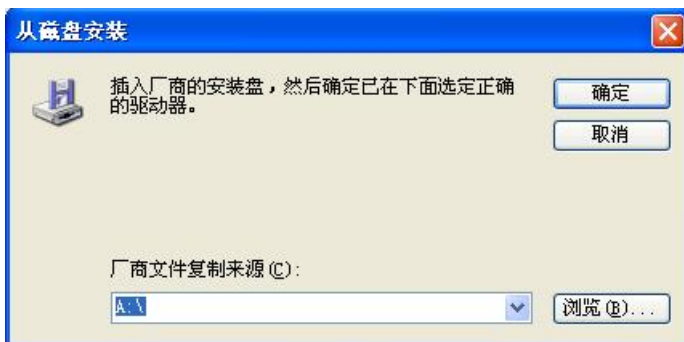
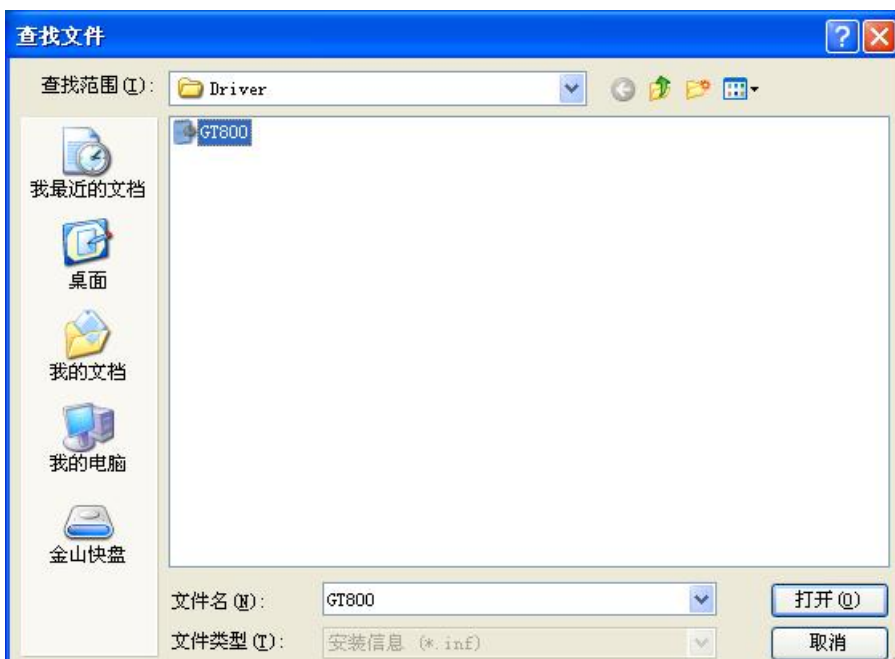

图 2-5 运动控制器驱动程序安装界面 5
图 2-6 运动控制器驱动程序安装界面 6
(6) 如图2-5所示点击“浏览(B)...”，选择驱动所在的路径D:\driver 如图2-6所示。